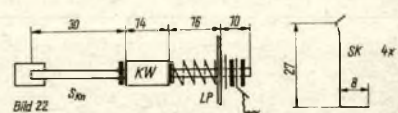

Bild 22
Der Kanalschalter ist als Steuerknüppel (SKn) ausgeführt, der nach vorn, hinten, links und rechts gegen den jeweiligen Steuerkontakt (SK) gelegt wird. Die 4 Steuerkontakte sind entsprechend Bild 22, geformt, durch einen Schlitz in der Leiterplatte gesteckt und mit einer
Schraube M 2,6 so befestigt, daß der waagerechte Teil mit dem Bohrloch durch die Schraube an die Leiterbahn gepreßt wird. Der Steuerknüppel, Bild 22, steht isoliert und zentrisch zwischen den 4 Steuerkontakten und wird durch eine Schraubendruckfeder stets senkrecht gehalten. Achse, Kontaktwalze (KW) und Feder sind leitend verbunden. Eine flexible Litze führt von